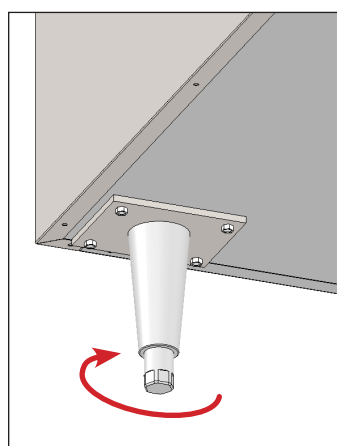

Fig. 2. Rodar a haste inferior para nivelar o armário.
6. Se a unidade não estiver nivelada, levantar e apoiar com cuidado a extremidade inferior da unidade. Com uma chave ajustável, ajustar a haste inferior da perna de nivelamento, conforme necessário, para nivelar a unidade. Ver fig. 2.